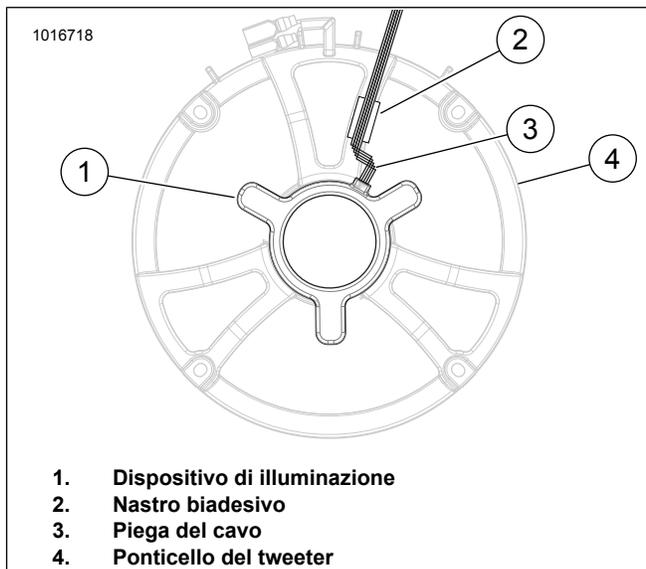

Figura 3. Disposizione del cablaggio, modelli con carenatura montata sul telaio
6. Vedere la figura 3. Disporre il cavo e piegarlo (3) lungo la gamba del ponticello del tweeter (4). Usando il nastro del kit, tagliarne una quantità sufficiente per fissare il cavo al ponticello del tweeter.